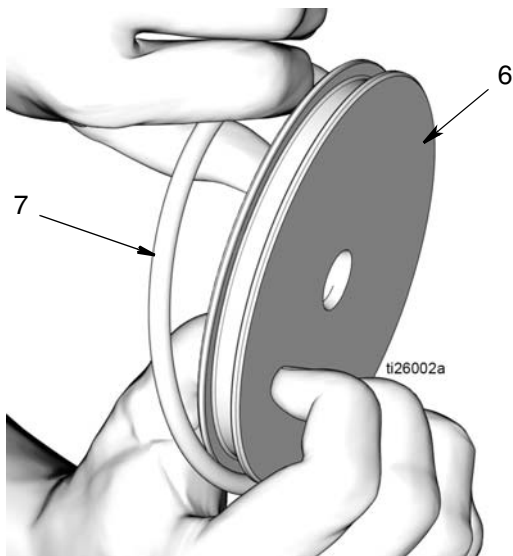

图 22
- d. 从活塞杆 (6) 拆下 O 形圈 (7) (图 22)。